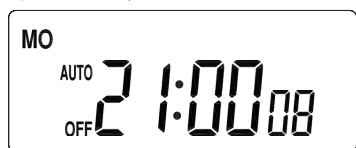

Fig. 7
1. Set **AUTO OFF** status (Fig. 7)